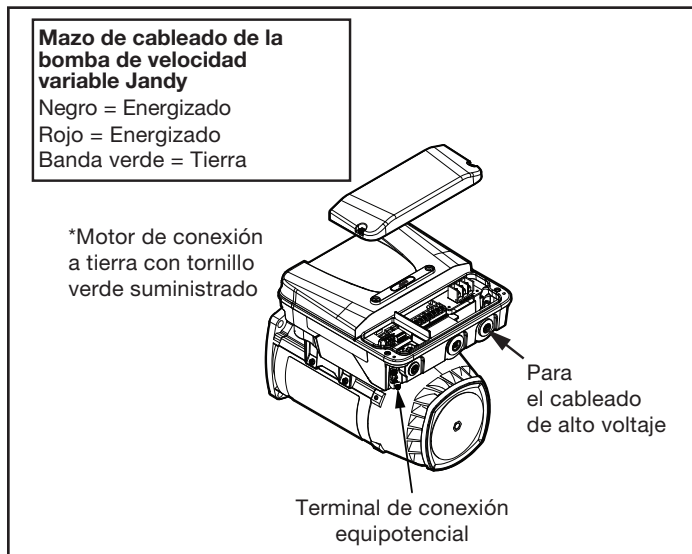

Figura 10. Conexión equipotencial externa de Jandy
6. Conecte a tierra el motor de manera permanente con el cable de conexión a tierra verde, como se muestra en la Figura 10. Utilice el tamaño y el tipo correctos de cable, según lo que especifican National Electrical Code (NEC) y Canadian Electrical Code (CEC). Asegúrese de que el cable de conexión a tierra esté conectado a una tierra de servicio eléctrico.
7. Conecte equipotencialmente el motor a la estructura de la piscina en conformidad con National Electrical Code (NEC) y Canadian Electrical Code (CEC). Utilice un conductor de cobre macizo n.º 8 AWG o más grande (EE. UU.). Tienda un cable desde la terminal de conexión equipotencial a la estructura de conexión equipotencial de la piscina, como se muestra en la Figura 10.
8. Conecte los cables rojo y negro de la bomba a las dos conexiones del lado de la línea en el relé de la bomba del filtro, como se muestra en la figura 10.